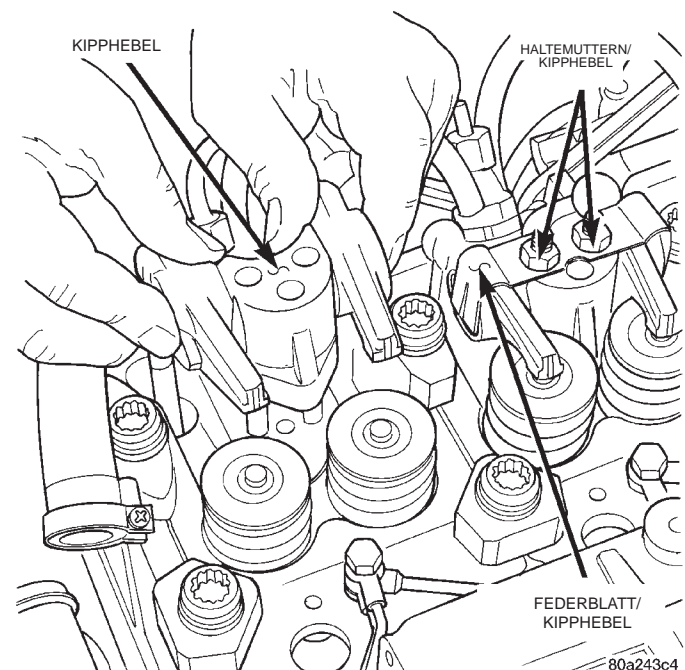

Abb. 15 Haltemutter/Kipphebel
(1) Batteriekabel abklemmen.
(2) Kältemittel aus der Klimaanlage ablassen (je nach Ausstattung) (Arbeitsanleitungen siehe Kapitel 24 "Heizung und Klimaanlage").
(3) Bei Ausstattung mit Klimaanlage die Absperrventile demontieren und die Kompressoranschlüsse verschließen (siehe Kapitel 24, "Heizung und Klimaanlage").
(4) Lichtmaschinenhalterung abbauen.
(5) Entlüftungsschlauch abnehmen.
(6) Ventildeckel demontieren.
(7) Haltemutter/Kipphebel demontieren. (Abb. 15).